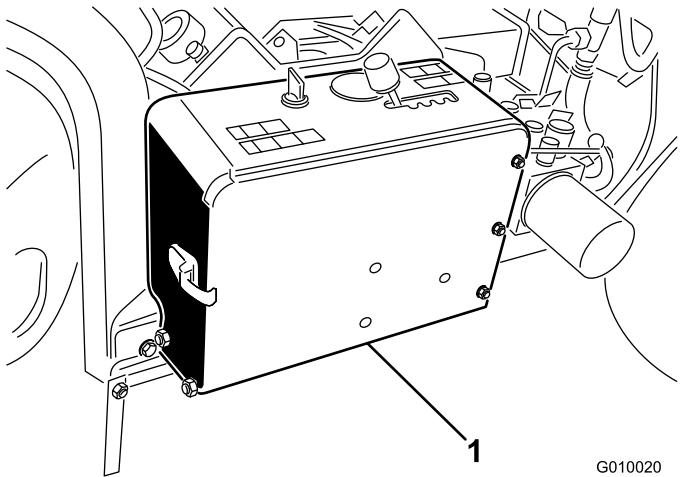

Bild 50
1. Entriegeln und öffnen Sie die Abdeckung des Batteriefachs (Bild 50).